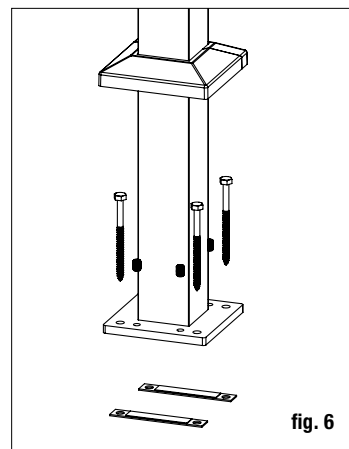

fig. 6
Étape 4 Repositionnez l'ensemble du poteau avec la plaque de nivellement insérée entre la terrasse et la base du poteau, et alignée avec les trous pré-perçés. Insérez les fixations du poteau (**NON COMPRIS**) et serrez partiellement. À l'aide d'un niveau, ajustez le nivellement des vis de calage à l'aide d'une clé Allen de 4,8 mm (3/16 po) jusqu'à ce que le poteau soit à la verticale. Serrez entièrement les attaches de fixation du poteau pour fixer la base à la structure de la terrasse. *Remarque : Il est recommandé d'utiliser des vis tire-fond de 7,9 mm x 10 cm (5/16 po x 4 po) ou plus.* (fig. 6)